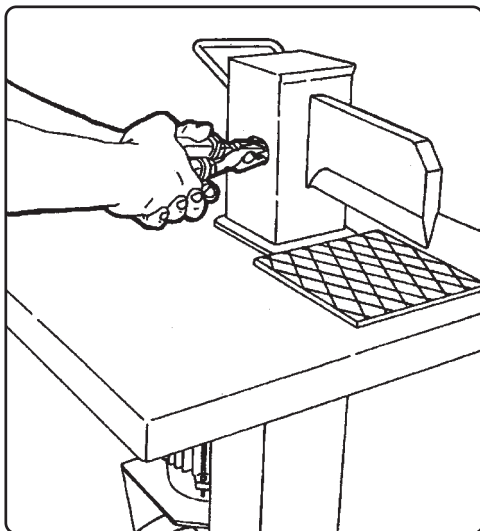

Fig. 8
- 2) Bruk en tang og vri 90 grader mot klokken den stiften som er inne i boksen (Fig. 8). Bladet vil nå være i vannrett posisjon, og man kan nå ta ut stiften.